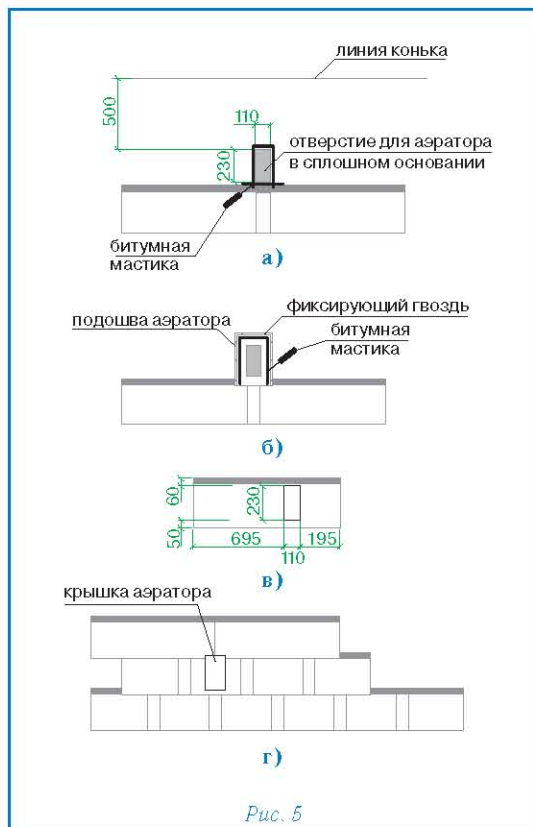

Рис. 5
Установка аэратора (рис. 5)
- В сплошном основании кровли прорезается отверстие 11 x 23 см, расположенное согласно рис. 5а;
- корпус аэратора устанавливается поверх отверстия и фиксируется гвоздями из нержавеющей стали; по верхней и боковым сторонам подошвы корпуса также наносится битумная мастика (рис. 5б);
- далее укладывается очередной ряд черепицы; подошва аэратора при этом закрывается листом с заранее прорезанным в нем отверстием (рис. 5в);
- на корпус аэратора устанавливается крышка, которая фиксируется нажатием (до щелчка) (рис. 5г).